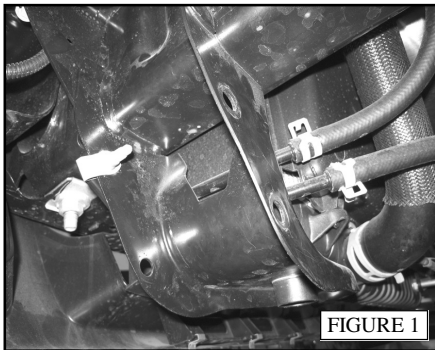

FIGURE 1
3. Starting at the driver side, locate the lower mounting channel on the vehicle frame located behind the front bumper. Remove the factory bolt and nut-clip from the channel. (FIGURE 1)
3. Commencer par le côté conducteur, localiser les fixations inférieures sur le châssis du véhicule situées derrière le pare-chocs avant. Retirer le boulon d'origine et l'écrou-clip. (FIGURE 1)